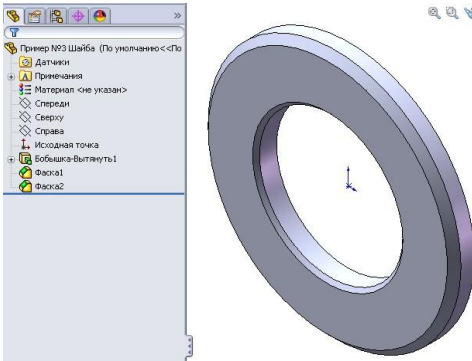

Рисунок 8.47 - Новая конфигурация шайбы
4. Натиснемо кнопку **ОК** для того, щоб закінчити редагування конфігурації (рис. 8.47).